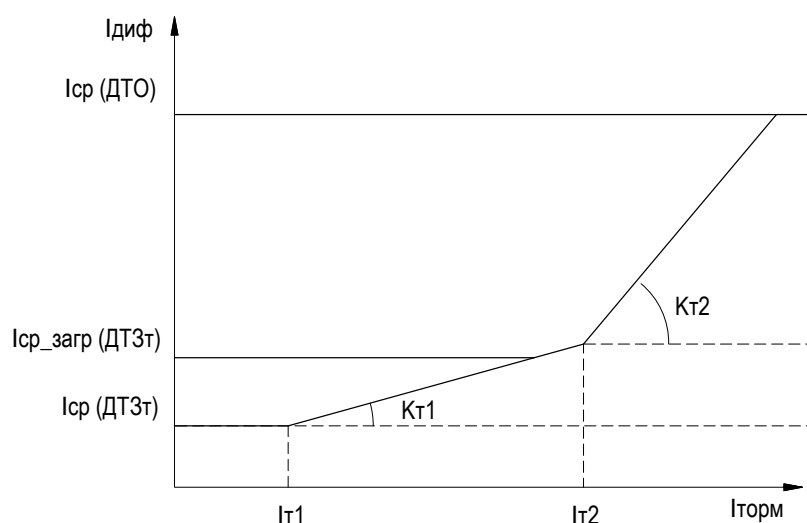

Рисунок 2.1 – Характеристика срабатывания ДЗТ
2.2.4.1 Характеристика срабатывания «ДТЗт» в координатах  $I_{диф}$  и  $I_{торм}$  представляет собой ломаную линию (см. рисунок 2.1), состоящую из трех участков. Данная характеристика срабатывания обеспечивает чувствительность «ДТЗт» при малых токах КЗ в зоне действия защиты.
2.2.4.13 При выявлении неисправности в цепях ТТ, что определяется срабатыванием функции «КЦТ» по сторонам трансформатора (см. подраздел 2.3) автоматически увеличивается уровень тока срабатывания горизонтального участка тормозной характеристики для снижения вероятности ложного срабатывания «ДТЗт» в режиме протекания токов нагрузки путем загрузления уставки «ДТЗт» до уровня «Iср\_загр» (см. рисунок 2.1).
2.2.5.1 Функция дифференциальной токовой отсечки («ДТО») предназначена для быстрого и селективного отключения повреждений, сопровождающихся большими токами КЗ в зоне действия ДЗТ. Характеристика срабатывания «ДТО» (см. рисунок 2.1) представляет из себя прямую линию, определяемую уставкой « $I_{ср}$ ». Функция «ДТО» работает без каких-либо блокировок и не имеет торможения. Срабатывание функции «ДТО» происходит, если дифференциальный ток превышает уставку « $I_{ср}$ » в течении выдержки времени « $T_{ср}$ ». Возврат функции «ДТО» происходит, если дифференциальный ток ниже уставки « $I_{ср}$ » с учетом коэффициента возврата (« $K_{воз}$ » равен 0,95).